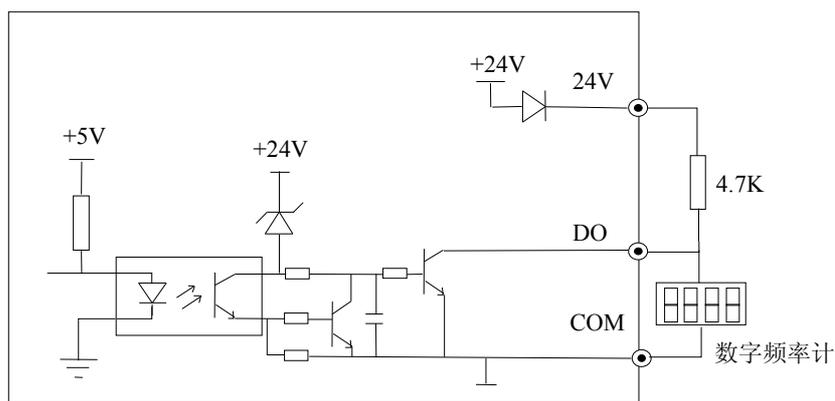

图 2-22 输出端子DO连接方式1
3) 数字脉冲频率输出DO可使用变频器内部的24V电源，接线方式请参见图2-22。